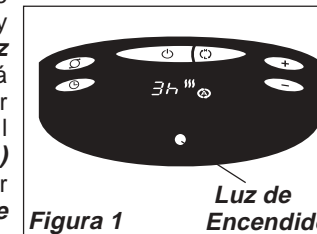

Figura 1 Luz de Encendido
4. Cuando el Calefactor se conecte por primera vez, se oirá un "bip" y la **Luz de Encendido** se encenderá indicando que hay electricidad en la unidad. La **Luz de Encendido** permanecerá encendida hasta que el Calefactor sea desconectado del tomacorriente eléctrico. (Figura 1)